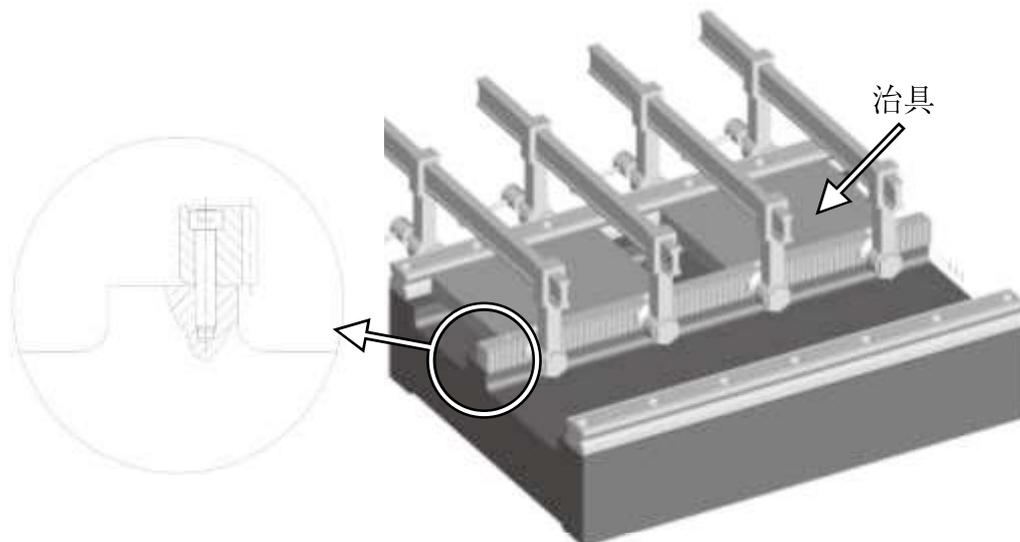

図 2
1.14 取付方法が図 2、または同一ラック上に 2 個の駆動ピニオンを使用する必要がある場合（図 3）、Q5H のラックの使用を推奨します。2 個の駆動ピニオンが同時にシステム動力源を供給すると、ラックの固定ボルトの許容制限を超過する可能性があるため注意してください。
1.15 ラックの位置決めピンは、取り外し後の再取り付け時に直ちに位置決めを可能とするために提供しています。取り外しや再取り付けをしない場合、位置決めピンを取り付ける必要はありません。ただし、図 2 のような取り付け方式の場合は、位置決めピンの取り付けは必須となります。